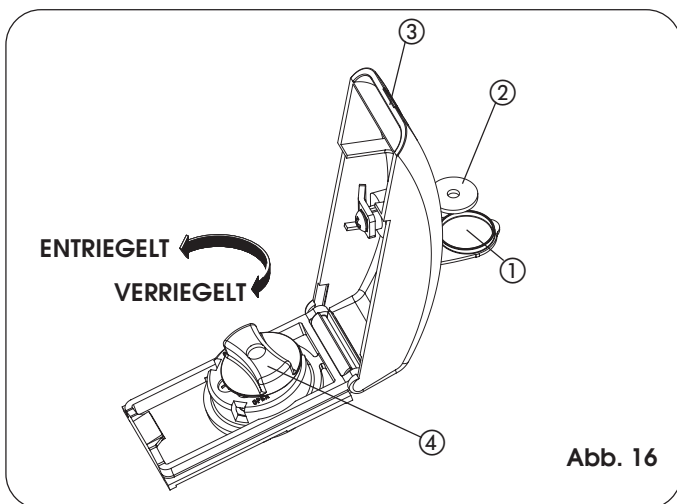

Abb. 16
- Die Schutzkappe anheben (Abb. 16, Bez. ①) und den entsprechenden, im Lieferumfang enthaltenen Schlüssel einführen (Abb. 16, Bez. ②).
- Die Abdeckung anheben (Abb. 16, Bez. ③).
- Den Entriegelungsgriff um etwa zwei Drehungen im Gegenuhrzeigersinn drehen (Abb. 16, Bez. ④).
- Zur Verriegelung des Antriebs den Entriegelungsgriff im Uhrzeigersinn bis zum Anschlag drehen (Abb. 16, Bez. ④).
- Die Abdeckung verschließen und den Schlüssel im Gegenuhrzeigersinn um 90° drehen (Abb. 16 Bez. ②).
- Den Schlüssel abziehen und die Schutzkappe verschließen (Abb. 16 Bez. ①).